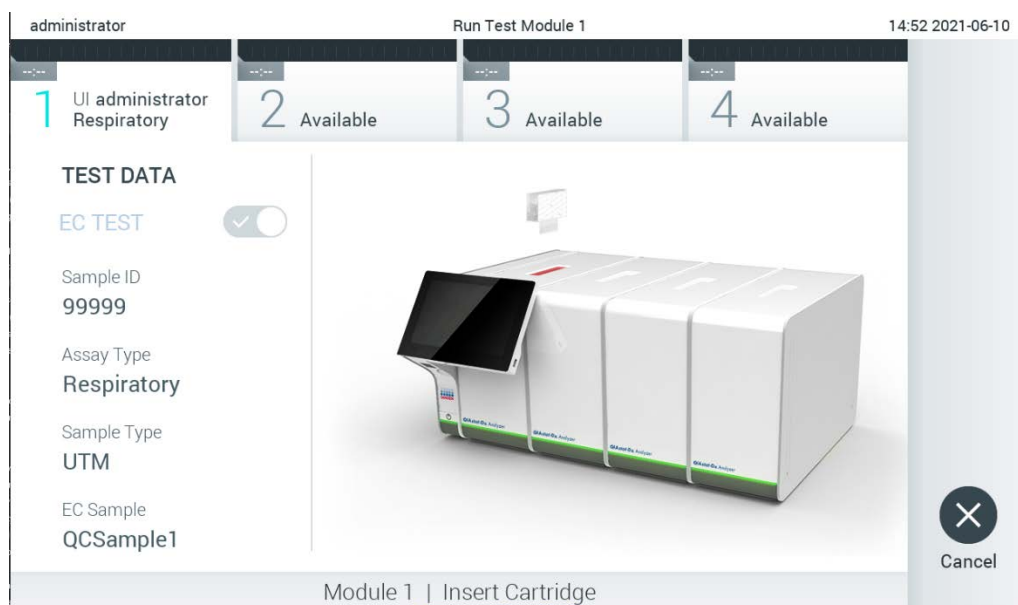

Рис. 93. Установка картриджа для тест-системы QIAstat-Dx в QIAstat-Dx Analyzer 1.0.
9. Убедитесь, что обе крышки отсеков для проб — порта для мазков и основного порта картриджа для тест-системы QIAstat-Dx — плотно закрыты. Когда входной порт для картриджа на верхней стороне QIAstat-Dx Analyzer 1.0 автоматически откроется, вставьте туда картридж для тест-системы QIAstat-Dx, так чтобы штрих-код был обращен влево, а реакционные камеры — вниз (рис. 93).